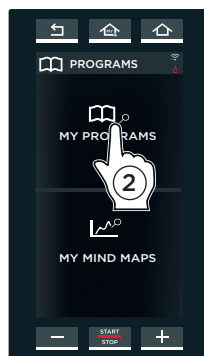
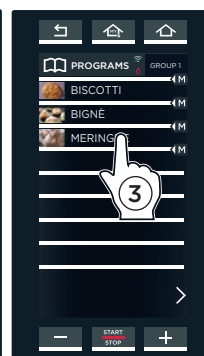
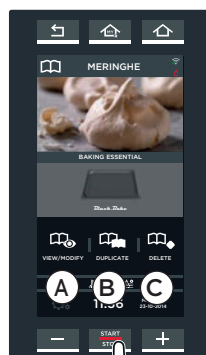
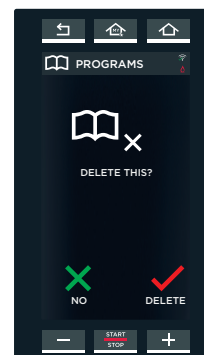

fig. P2
fig. P3
fig. P4
fig. P5
② Raak het symbool "MIJN PROGRAMMA'S" aan (fig. P2): een lijst met bereidingscycli die eerder zijn opgeslagen met behulp van het "SET MENU" (fig. P3) wordt geopend.
③ Door een van de genoemde bereidingscycli aan te raken (fig. P3) gaat een scherm open fig. P4 waarmee de gebruiker:
- (A) de opgeslagen bereidingscyclus weer-geven en aanpassen;
- (B) de bereidingscyclus kopiëren (om er een met dezelfde parameters te maken);
- (C) een opgeslagen bereidingscyclus verwijderen. In dit geval vraagt het systeem om een bevestiging voordat de betreffende cyclus definitief verwijderd wordt (fig. P5).
④ druk op de "START/STOP" om de bereiding te starten: (fig. P4).